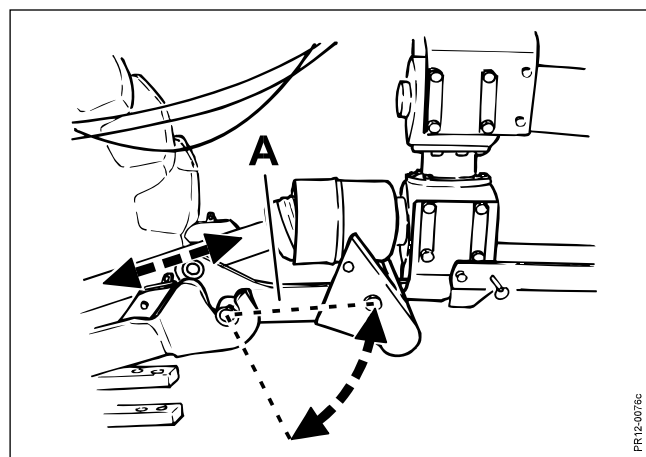

Fig. 2-5
- Fig. 2-5**
- **inte i något läge har mindre överlappning än 200 mm** (Här avses speciellt de situationer då säkerhetsdraget, (TOP SAFE systemets stötdämpare) kommer att utlösa, vid ex.vis påkörning av jordfast sten, se fig. 2-5).